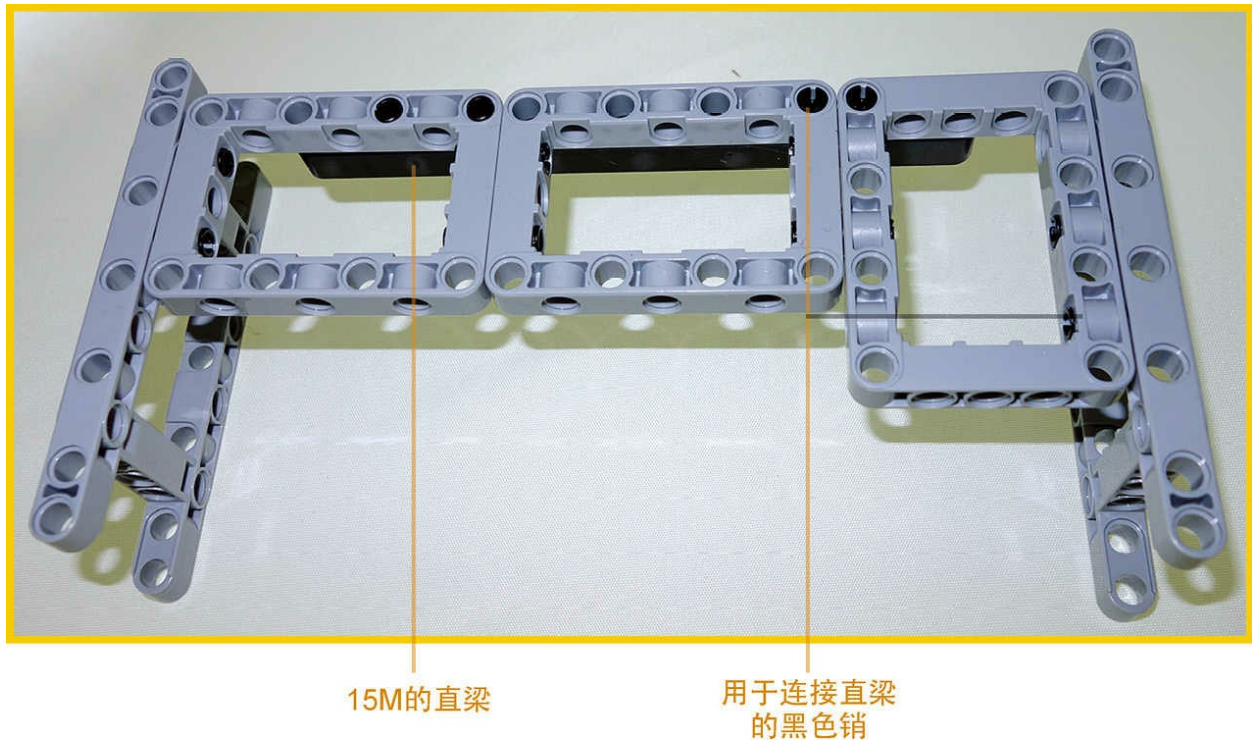

图10.5 用来承受EV3智能砖以及牌堆的一个简单底座
2. 在这个平台的边缘横向放置一个长15M的黑色直梁，用来使平台保持稳固。搭建出的底座应与图10.5类似。